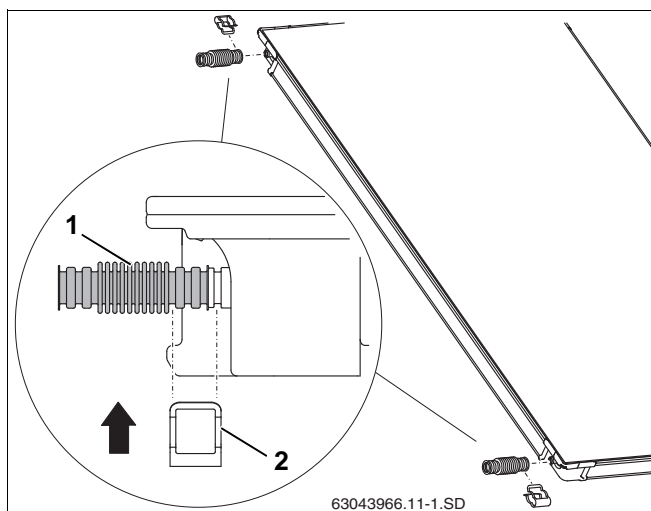

Fig. 45 Montering af forbinder til flexrør på første solfanger
- ▶ Sæt forbinderne til flexrør (fig. 45, **pos. 1**) på den første solfangers venstre tilslutninger.
- ▶ Sæt klemmen (fig. 45, **pos. 2**) til sikring af tilslutningen over forbinderen til flexrør og solfangertilslutningen.